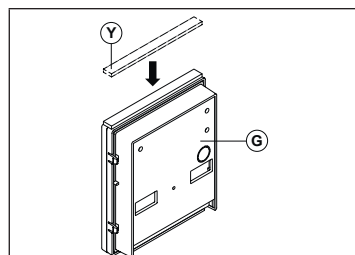

Fig. 5
Appliquer le joint adhésif (Y) comme illustré sur la Fig. 5.
4. Avant d'installer le support des modules, accrocher à ce dernier les modules **(G)** comme illustré sur la Fig. 5 et insérer pour chaque module, comme illustré sur la Fig. 6, les butées anti-effraction **(W)** (effectuer la même opération pour le deuxième support modules) ;